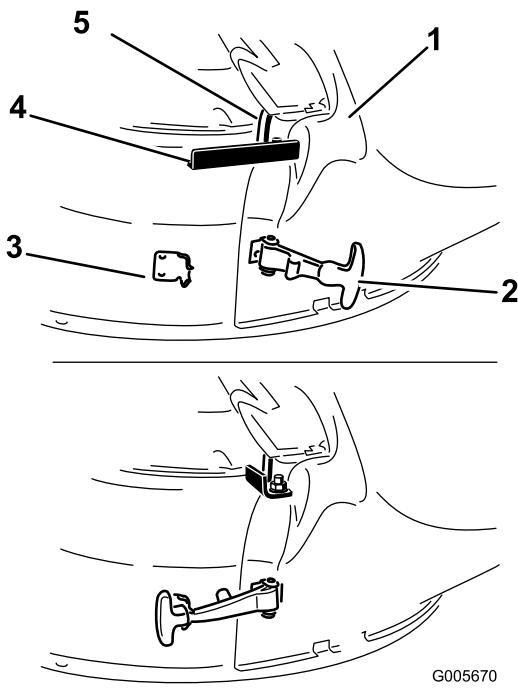

Figure 12
6. Fixez l'éjecteur au plateau de 42 pouces. Accrochez le verrou flexible de l'éjecteur à l'attache soudée sur le plateau de coupe, à l'arrière de l'ouverture (Figure 12). Fixez le crochet de retenue sur la tige de pivot pour fixer l'éjecteur en position.